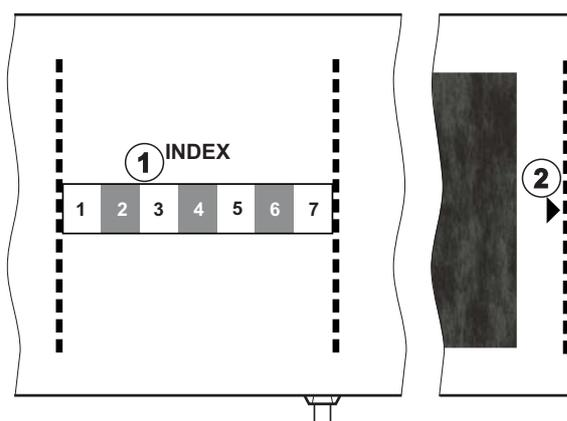

Fig. 11-6 Marquages pour la taille du brassard
La taille du brassard correspond à la circonférence du haut du bras du patient si la ligne pointillée marquée d'une flèche (au bord du brassard, voir Fig. 11-6, ②) se situe dans la zone « INDEX » (①) une fois le brassard appliqué.